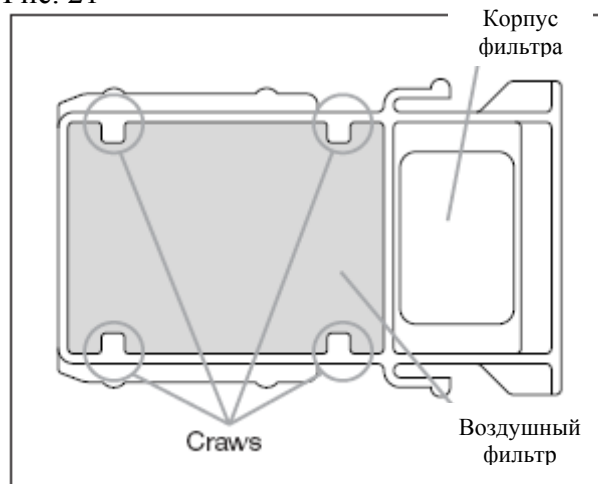

Рис. 22
4. Нажимайте на задний край кассеты до тех пор, пока она не станет на место со щелчком. (Смотрите рис. 22).
2. Установите в корпус фильтра новый воздушный фильтр. (См. рис. 22)